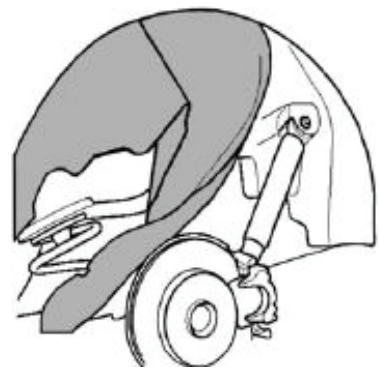

Fig. 7
- **Fig. 7** Radhausschale teilweise entfernen.
- **Fig. 7** Partially remove wheel-house liner.
- **Fig. 7** Enlever en partie le carénage d'arche de roue.
- **Fig. 7** Retirar parcialmente la cubierta del paso de rueda.